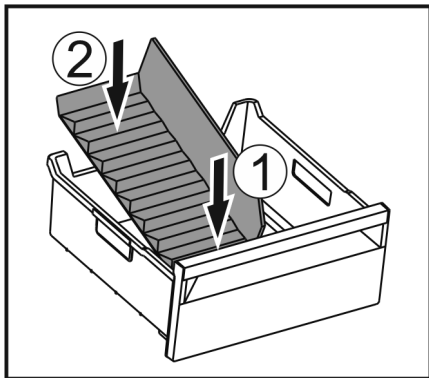

Fig. 62
- ▶ Vložte přední část přepážky přihrádky na led. Fig. 62 (1)
- ▶ Zadní část přepážky přihrádky na led spusťte až na dno zásuvky. Fig. 62 (2)